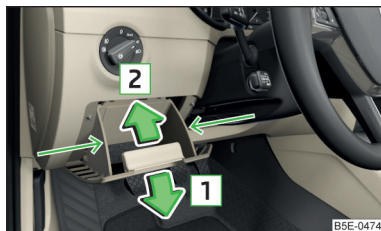

Fig. 219
- Prindeți compartimentul de depozitare lateral, în zona săgeților » fig. 219.